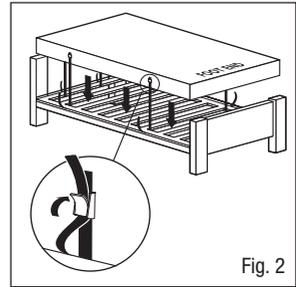

Fig. 2
3. Fije el colchón a la estructura de la cama usando correas ajustables. Pase las correas alrededor de la plataforma de apoyo del colchón del somier y apriételas con hebillas (Fig. 2) dejando espacio para los componentes móviles en somieres eléctricos. Esto es importante ya que impide que el colchón se desprenda de la estructura de la cama